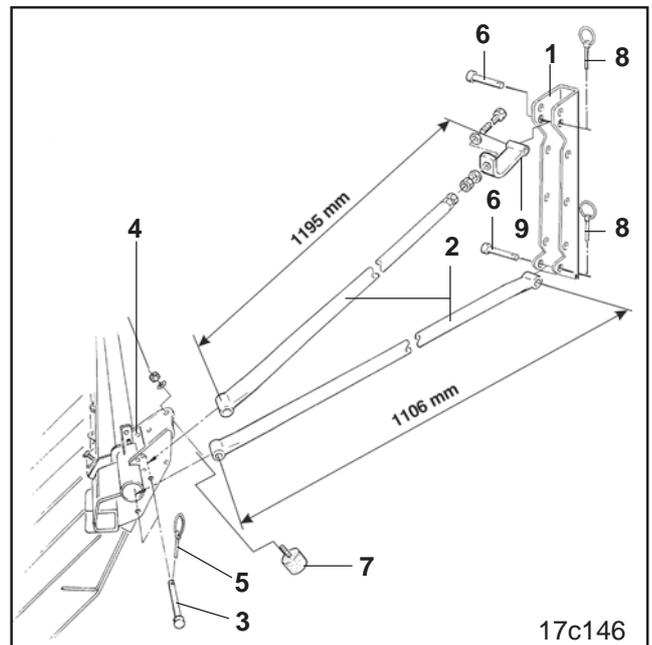
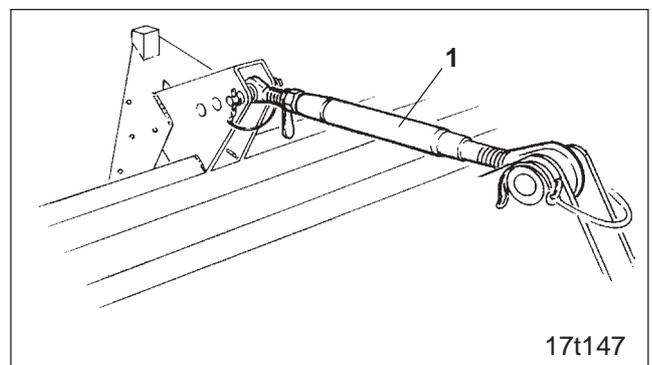

Fig. 25.3
Fig. 25.7
Taschen (Fig. 25.3/1) an den Seitenteilen der Säschiene anschrauben.
- Schwingmetallpuffer (Fig. 25.3/7) anschrauben.
- Halterohre (Fig. 25.3/2) mit Bolzen (Fig. 25.3/3) an den Halterungen (Fig. 25.3/4) des Exaktstriegels abstecken und mit Klappsteckern (Fig. 25.3/5) sichern.
- Halterohre (Fig. 25.3/2) mit Bolzen (Fig. 25.3/6) an den Taschen (Fig. 25.3/1) abstecken und mit Klappsteckern (Fig. 25.3/8) sichern.
Diese Einstellung erfolgt durch Verlängern oder Verkürzen des Oberlenkers (Fig. 25.7/1), mit dem die Säschiene befestigt ist.
Reicht der Verstellweg des Oberlenkers (Fig. 25.7/1) nicht aus, ist die Länge der oberen Halterohre an den Laschen (Fig. 25.3/9) zu verstellen.